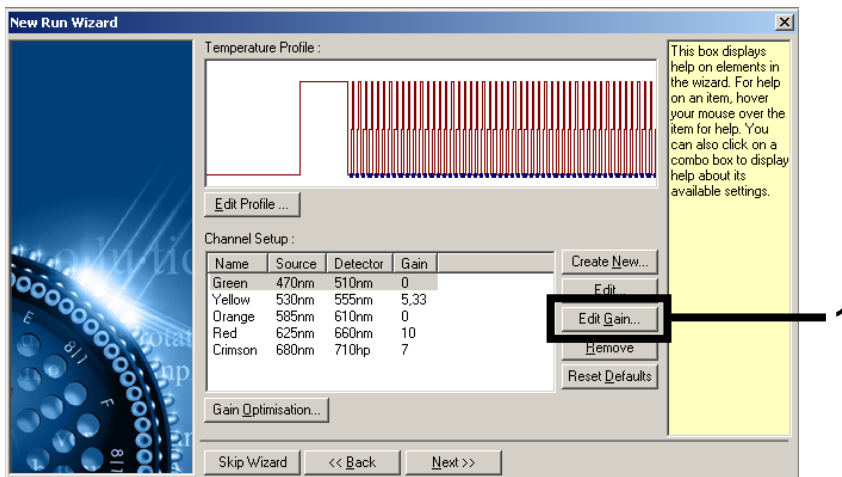

Figura 5. Edição manual dos valores de ganho.
6. Clique em **Edit Gain** (editar ganho) para editar os valores de ganho manualmente (Figura 5).